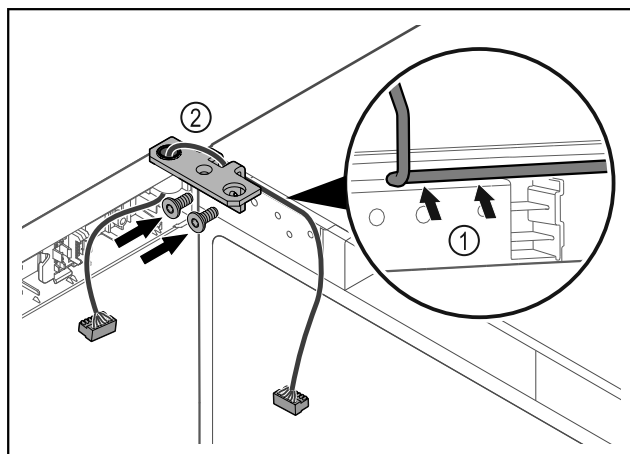

Fig. 48
- Faire passer le câble avec précaution par le trou de l'équerre de charnière Fig. 48 (1).
- Visser l'équerre de charnière Fig. 48 (2).